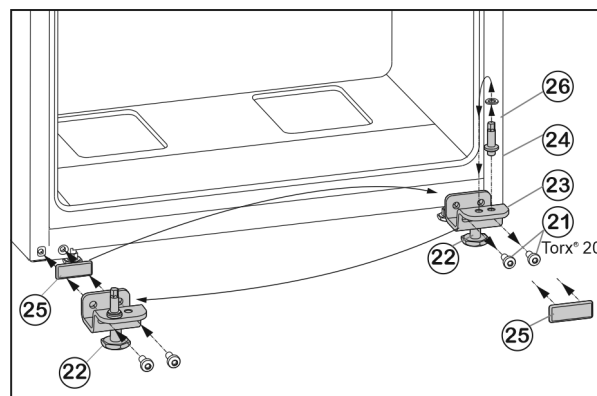

Fig. 7
- ▶ Odvijte pritrdilna vijaka Fig. 7 (21).
- ▶ Odstranite ležajni podstavek spodaj Fig. 7 (23) skupaj z osovino ležaja Fig. 7 (24), podložko Fig. 7 (26) in nastavljivo nogo Fig. 7 (22).
- ▶ Odvijte osovino ležaja Fig. 7 (24) skupaj s podložko Fig. 7 (26) in jo prestavite v nasprotno odprtino ležajnega podstavka ter močno privijte.
- ▶ Previdno snemite pokrovček Fig. 7 (25) in ga prestavite na nasprotno stran.
- ▶ Ležajni podstavek spodaj Fig. 7 (23), skupaj z osovino ležaja Fig. 7 (24), podložko Fig. 7 (26) in nastavljivo nogo Fig. 7 (22), ponovno **dobro (s 4 Nm)** privijte na novo stran tečajev vrat, po potrebi z akumulatorskim izvijačem.
- ▶ Vrata od zgoraj nasadite na ležajni sornik Fig. 7 (24).
- ▶ Nastavljivo nogo Fig. 7 (22) na ležajnem podstavku spodaj Fig. 7 (23) odvijte, dokler ne stoji trdno na tleh.